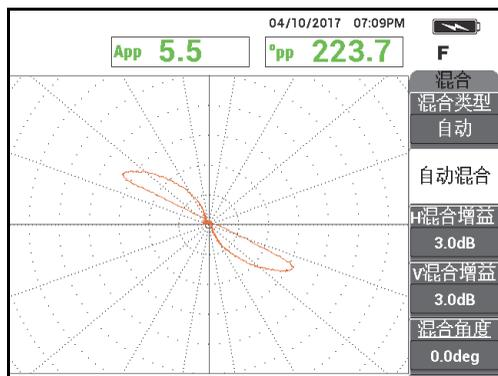

图 5-171 经过自动混合后的穿壁孔信号
- 只对 1.3 毫米的穿壁孔慢慢地扫查，根据要求按“清屏”脚踏开关，以清除屏幕上的内容。当 NORTEC 600 仪器屏幕上出现了孔的信号时，按冻结键（❄️）（参见第 232 页的图 5-171）。